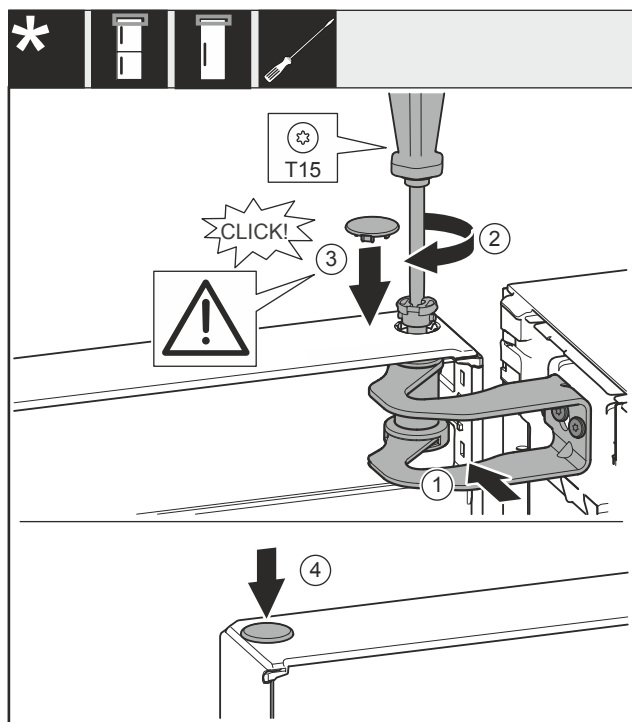

Fig. 58
- Dveře vyrovnejte s otvorem ve stojanu ložiska Fig. 58 (1).
- Vložte čep Fig. 58 (2) a pevně jej utáhněte šroubovákem.
- Nasad'te kryt Fig. 58 (3).
- Zkontrolujte, zda kryt Fig. 58 (3) doléhá na dveře.
- Nasad'te kryt Fig. 58 (4).